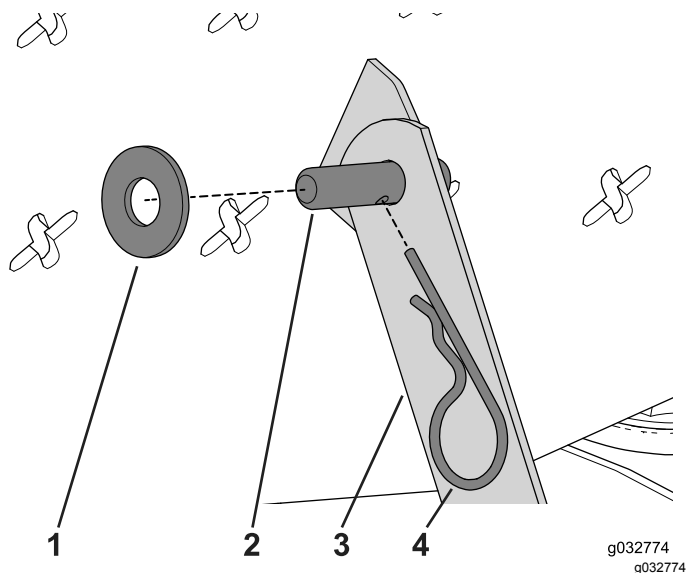

Figure 127
2. Fixez le bras de levage au plateau de l'utilisateur à l'aide de la rondelle et de la goupille fendue (Figure 127).